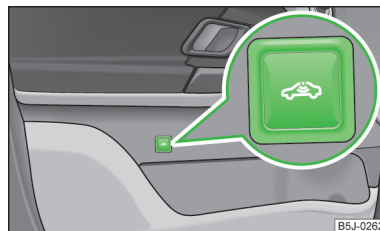

Fig. 17
- Appuyez sur la touche de symbole  » fig. 17 dans la portière du conducteur.